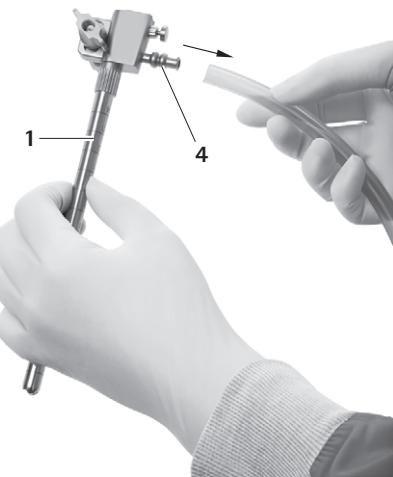

Fig. 12
- Îndepărtați furtunul din conțiunea de irigare 4, vezi Fig. 12.